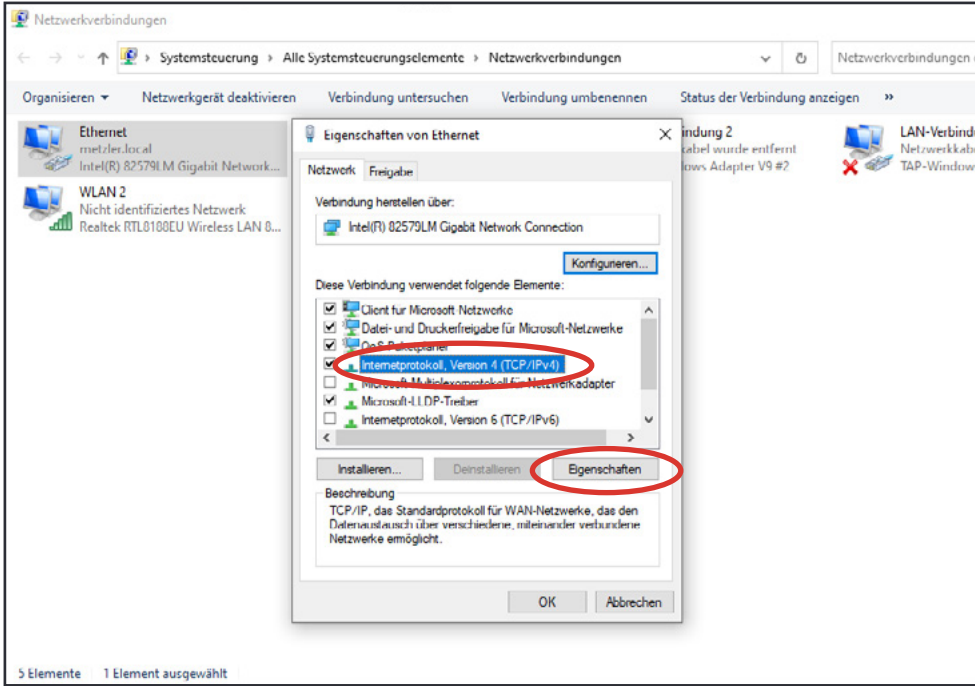

Abb.13
- Im nächsten Schritt (Abb.13+14) ändern Sie bitte Ihre IPV4 Einstellungen von „IP-Adresse automatisch beziehen“ in „Folgende IP-Adresse verwenden“ und vergeben eine individuelle IP-Adresse für Ihren PC. (Im Auslieferungszustand ist für die VDM10 Türstation die „192.0.0.65“ und für die Innenstationen die „192.0.0.64“ eingetragen. PC und VDM10 müssen im selben Netzwerk sein) Bitte beachten Sie, dass jedes Gerät eine eigene IP-Adresse benötigt. DNS-Serveradressen müssen nicht eingetragen werden. Bestätigen Sie Ihre Eingaben mit „Ok“.